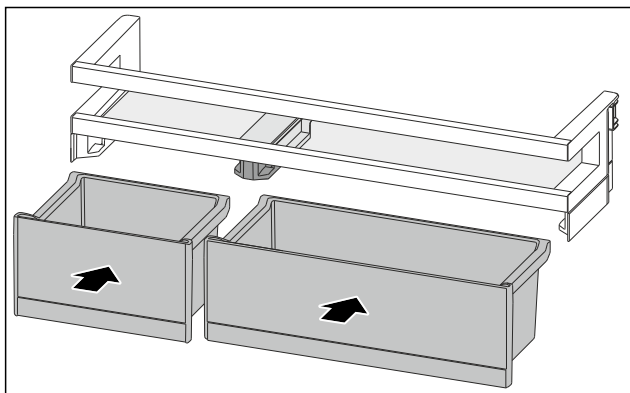

Fig. 96
- ▶ Установите ящики VarioBox, поменяв их расположение. (см. Fig. 96)